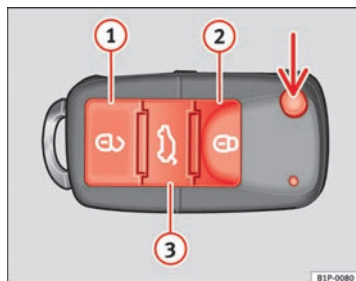

Fig. 46 Teclas de la llave con mando a distancia
Con la tecla ⇒ fig. 46 (flecha) del mando, se desbloquea el paletón de la llave.
Desbloqueo del vehículo ⇒ fig. 46 ①.
Bloqueo del vehículo ⇒ fig. 46 ②.
Desbloqueo del portón trasero. Pulse la tecla ⇒ fig. 46 ③ hasta que todos los intermitentes del vehículo parpadeen brevemente. Al pulsar la tecla de desbloqueo ⇒ fig. 46 ③, dispone de 2 minutos para abrir el portón. Una vez transcurrido este tiempo se bloqueará de nuevo.
- Pulse la tecla ② ⇒ fig. 46 del mando a distancia.
- Pulse la tecla ① ⇒ fig. 46 del mando a distancia.